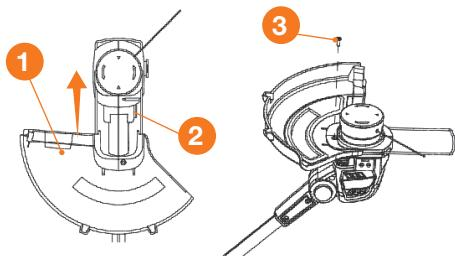

Рис. 3
- Установите защитный кожух ① на изделии вставив его в пазы ② на корпусе косильной части (Рис. 3).
- Закрепите кожух винтом ③ с внутренней части кожуха (Рис. 3).